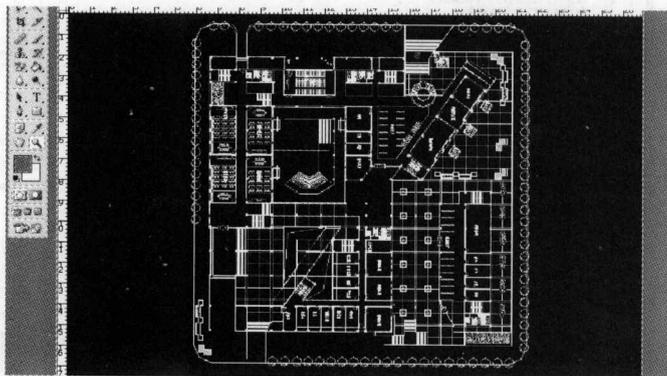

图 2-15
(12) 打开“Photoshop”，单击【文件】菜单下的“Open”项，然后打开 CAD，输出名为“Drawing.tif”的图像文件，如图 2-15 所示。